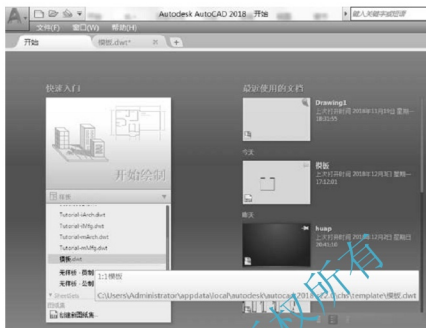

图 4.84 选择模板
(1) 选择【开始】选项卡，单击【样板】右侧的下拉按钮，如图4.84所示。
(2) 选择上一节制作的“模板.dwt”文件，则进入1:1模板内。我们也可以执行菜单栏中的【文件】|【新建】命令，打开【选择样板】对话框，双击“模板”文件。